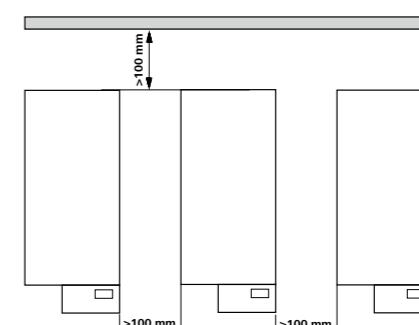

Fig. 2
• Starp ierīcēm, starp ierīci un sienu un virs instalācijas ievērojiet minimālo attālumu (min. 800 mm), (Fig. 2).